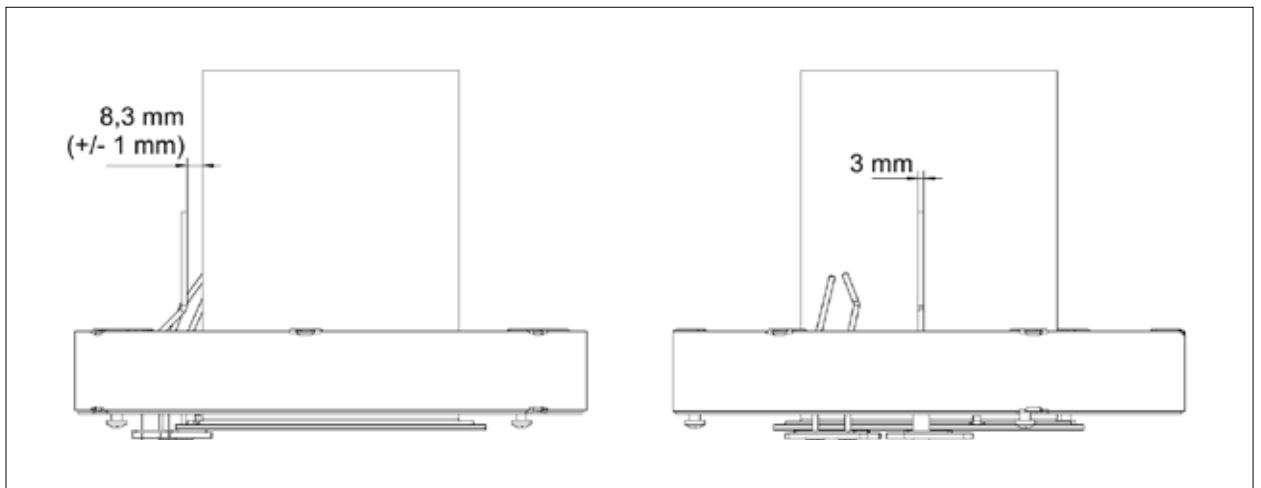

Afb. 6.3 Elektroden vervangen
- Bevestigingsschroeven **(5)** Afb. 6.3 met een draaimoment van 3 Nm aanhalen.
- Bevestigingsschroeven (4) Afb. 6.3 met een draaimoment van 3 Nm aanhalen.